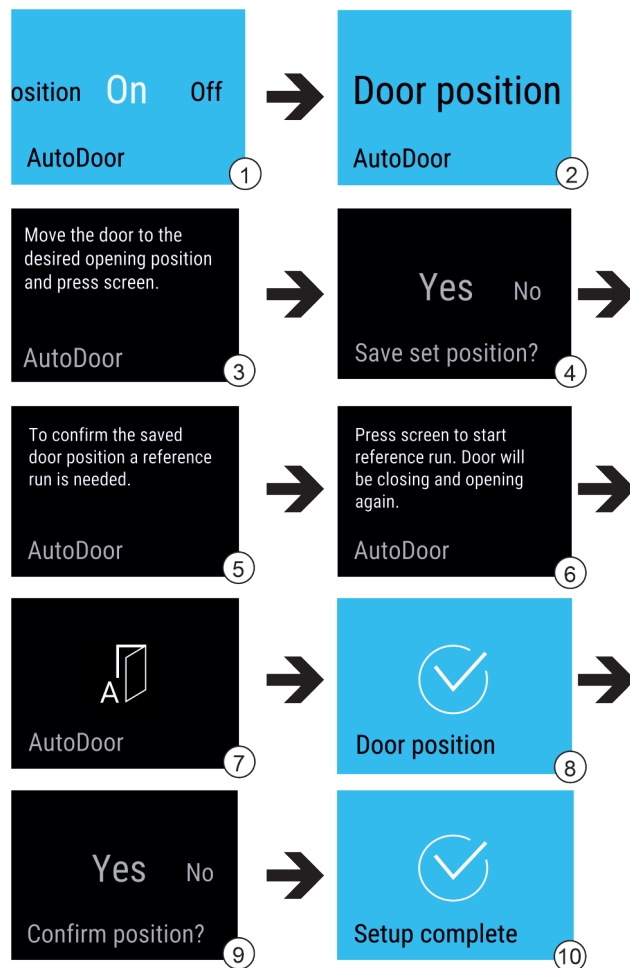

Fig. 18
- Zvolte funkciu AutoDoor. Fig. 18 (1)
- Potiahnite indikáciu na displeji prstom, kým sa objaví Door position. Fig. 18 (2)
- Konfigurácia uhla otvárania dverí: Otvorte dvere minimálne na 70°. Fig. 18 (3)
- Potvrdenie uhla otvárania dverí: Ťuknite na hlásenie na displeji. Fig. 18 (4)
- Spustenie referenčnej jazdy: Ťuknite na displej. Fig. 18 (6)
- ▷ Displej bliká. Fig. 18 (7)
- ▷ Referenčná jazda je úspešná: Displej na 2 sekundy zmodrie. Fig. 18 (8)
- Potvrďte uhol otvárania dverí. Fig. 18 (9)
- ▷ Displej zmodrie. Fig. 18 (10)